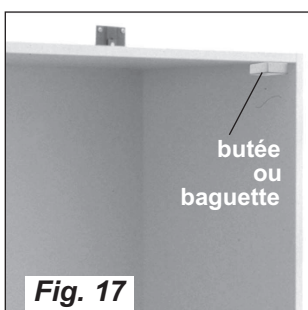

Fig. 17
- Pour ne pas pouvoir pivoter le Bettlift plus de 90° dans le meuble, nous recommandons de monter une butée en haut à gauche et à droite 90° (visser éventuellement une baguette en bois), voir **fig. 17**.